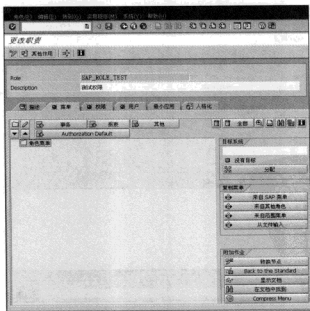

图 4-59 “菜单”页面
STEP 3 在此界面中，首先将创建的角色“描述”填写完整。然后选择“菜单”页，如图 4-59 所示。“菜单”页中主要是增加、删除、调整 TCODE 的地方，如果要新增 TCODE，则可单击“ 事务”按钮，然后输入要新增的 TCODE 确认即可。